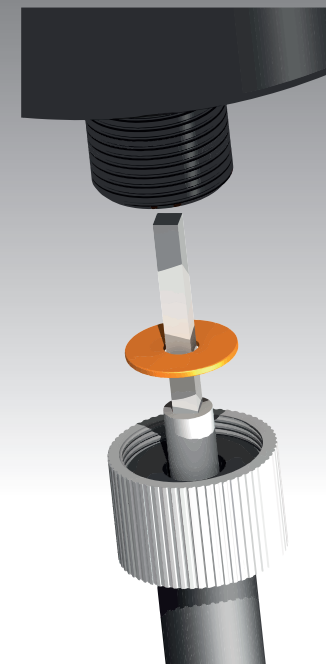

Abb.2: Montage der Unterlegscheibe auf dem Vierkant
- Schließen Sie die Beleuchtung und optionale Kontrollleuchten nach Abb.2 an!